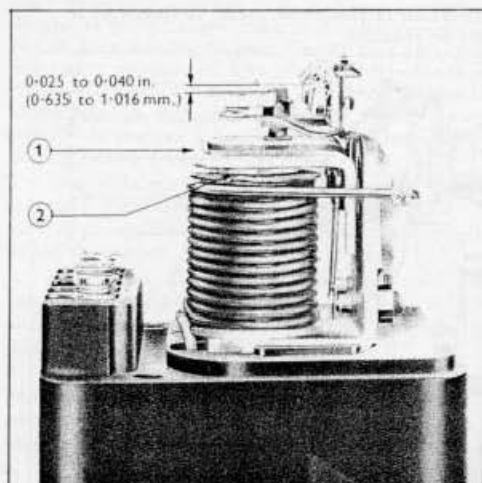

Fig. 10
4. En maintenant toujours l'armature appuyer contre le noyau, recourber le bras d'arrêt d'armature de telle sorte qu'un jeu de 0,635 à 1,016 mm s'établisse entre ce bras d'arrêt et la languette d'armature (voir FIG. 10).